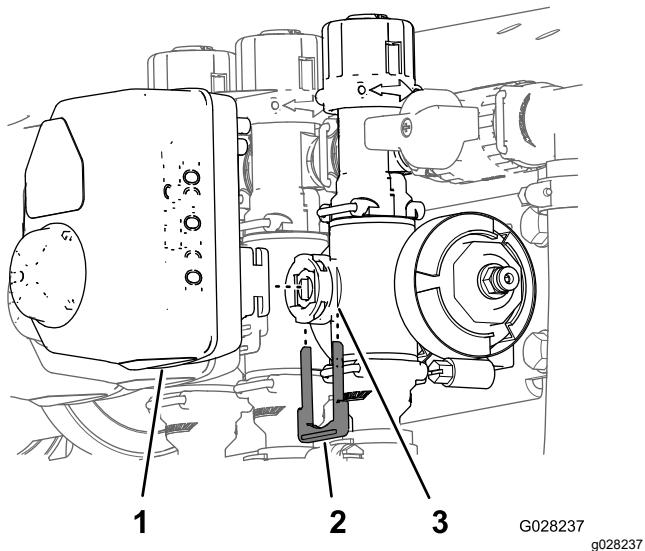

Bild 112
3. Entfernen Sie den Halter, mit dem der Aktuator am Verteilerventil für das Ventil für die Dosierungssteuerung, das Rührwerk, den Hauptabschnitt oder das Abschnittventil befestigt ist (**Bild 112**).